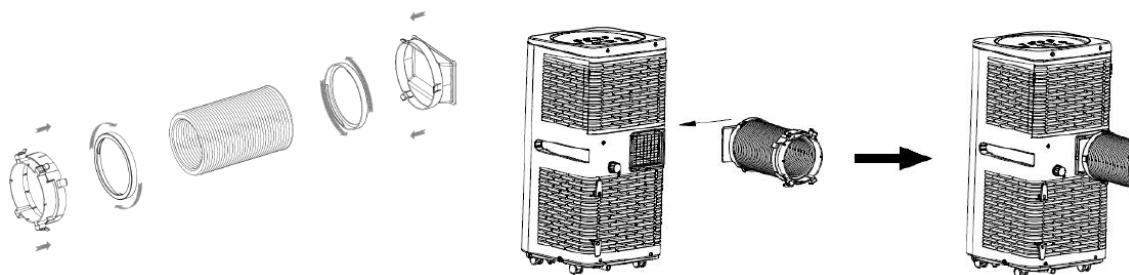

Figure 7 – Montage de la gaine d'évacuation et de ses raccords
2. Engagez le raccord carré dans l'ouverture prévue à l'arrière du climatiseur (voir figure 7).